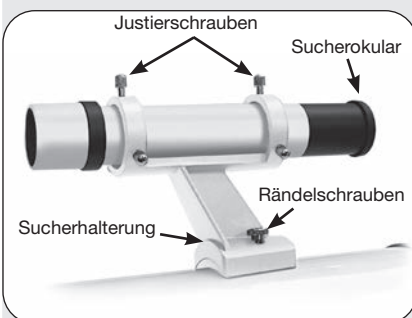

Abb. 9: Anbringen der Sucherhalterung am Optiktubus.
9. Anbringen des Sucherfernrohrs (Abb. 9): Das Sucherfernrohr liegt dem Paket bereits mit vormontierter Halterung bei. Entfernen Sie die Rändelschrauben vom Optik-Tubus und legen Sie diese beiseite. Setzen Sie die Sucherhalterung auf die zwei Gewindestifte und schrauben Sie die Rändelschrauben wieder auf.